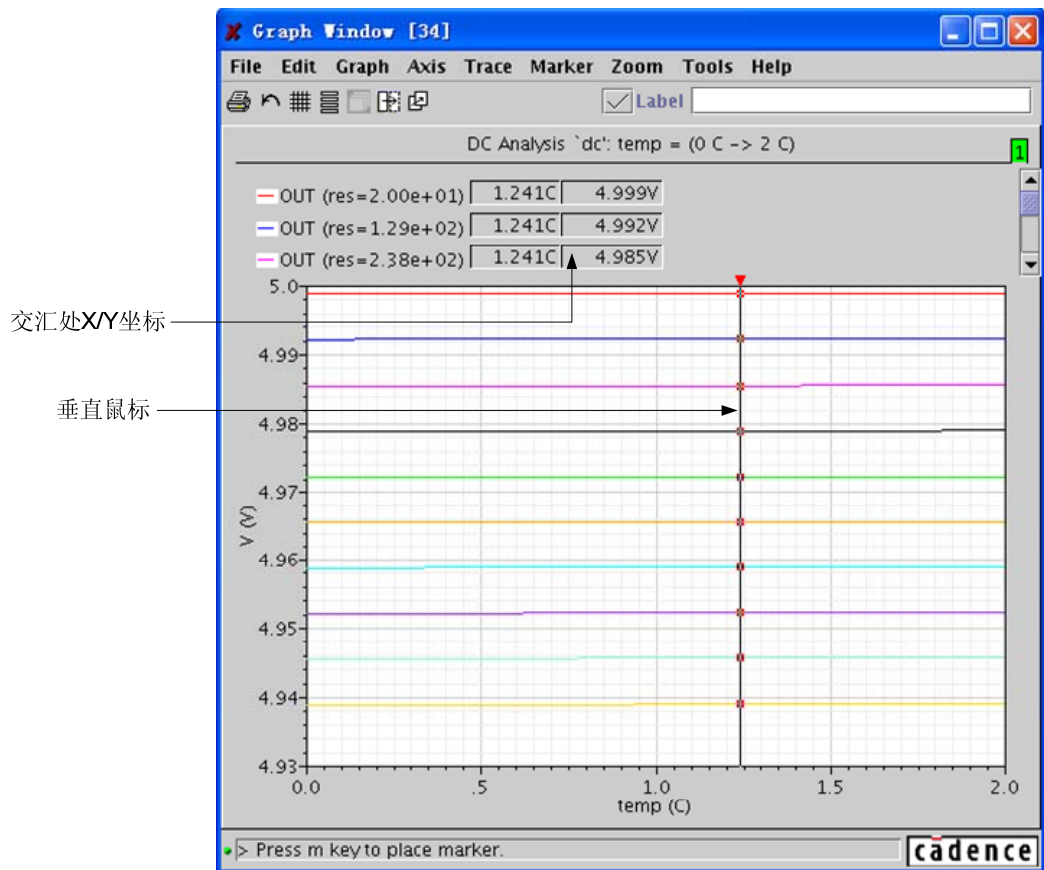

图 12.25 选择“Trace”→“Vert Cursor”开启垂直光标
- 选择 “Trace” → “Vert Cursor”，开启垂直光标。如图 12.25 所示。